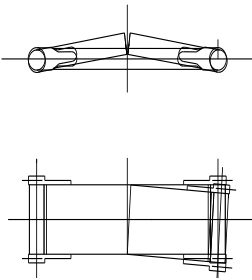

Abb. 5: Ausrichten des Förderbandes
- Richten Sie die Bandkörper zueinander fluchtend aus (Abb. 5).